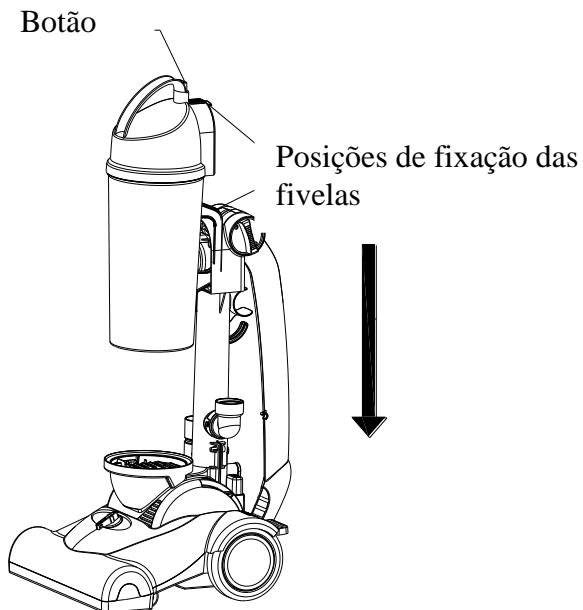

Fig. 2
- iii. Cubra a tampa do depósito de pó verticalmente no depósito de pó e rode-a até encaixar no depósito na perfeição (consultar a Fig. 2).
- iv. Insira a combinação da tampa do depósito de pó e o depósito de pó mencionada no passo anterior na combinação da tampa superior do motor e escova eléctrica (consultar a Fig. 2).